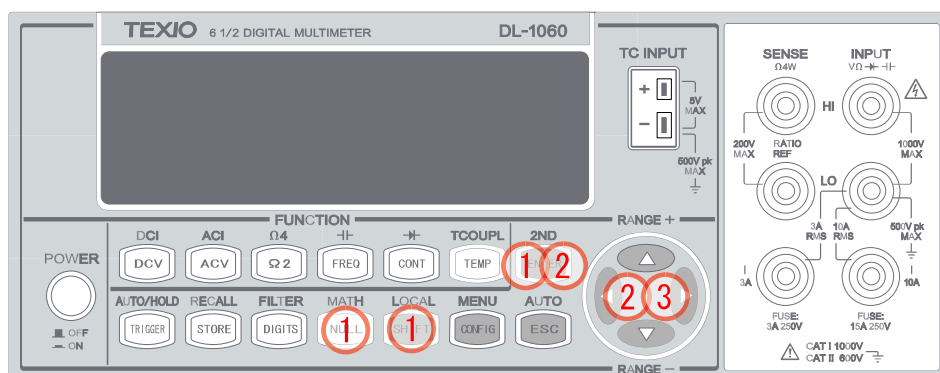

図 3-25
- ① <◀▶>、ENTER ボタン等を使い、MATH(SHIFT+NULL) > LIMITS > HIGH LIMIT / LOW LIMIT の順で移動し、リミット値設定モードにします。
- ② <◀▶> ボタンで HIGH LIMIT か LOW LIMIT を選択し、ENTER ボタンを押します。
- ③ <◀▶> ボタンで桁を移動し、△・▽ボタンを使い希望の数値にし ENTER ボタンを押して値を決定します。“RUN” で ENTER ボタンを押してリミット機能を動作させます。
- 使用するボタンは、図 3-25 に示します。